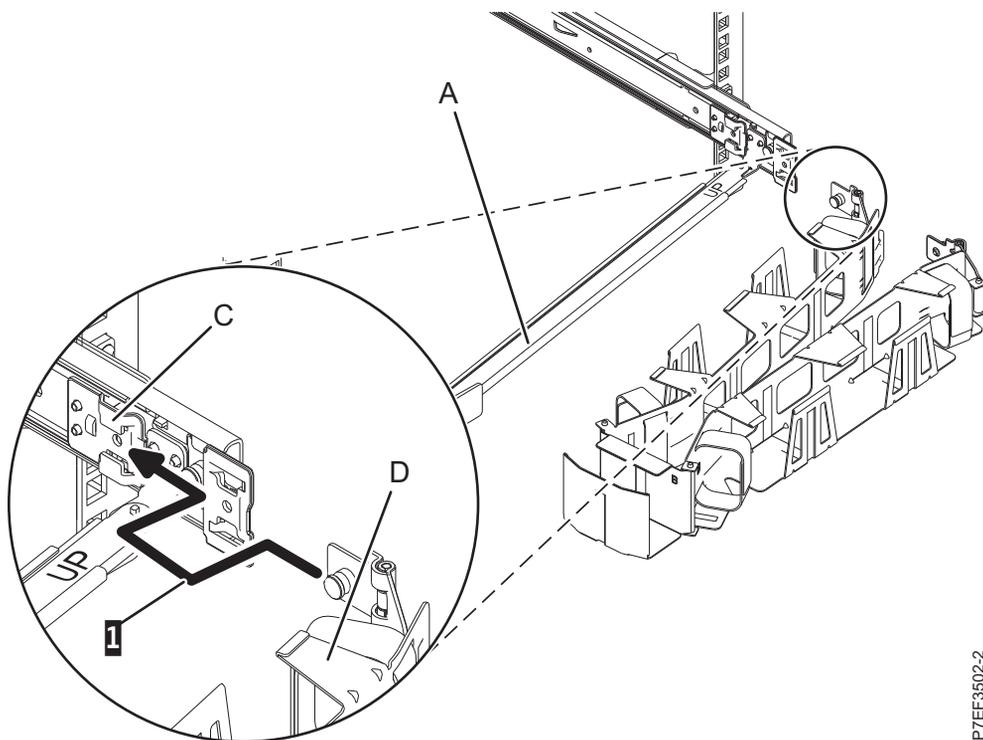
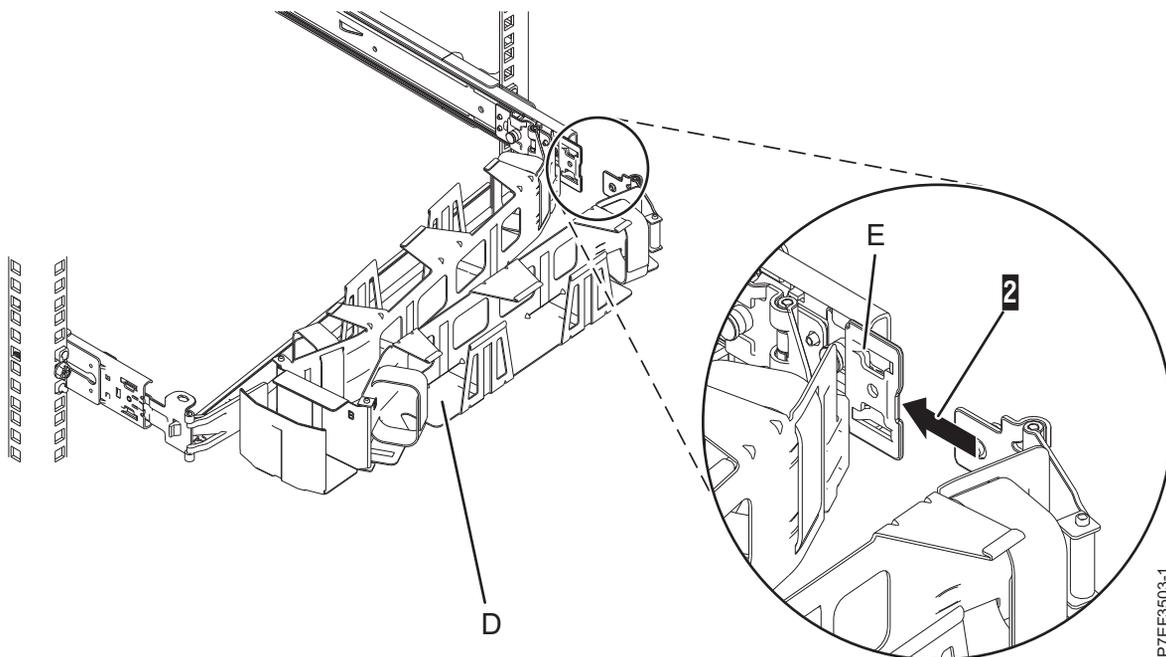

Figure 14. Glissement de l'autre taquet du bras de routage des câbles dans le logement du support de fixation
Figure 15. Faites glisser l'autre taquet du bras de routage des câbles dans le logement du support d'extension
- Placez le bras de routage des câbles (D) sur le bras de support (A). Faites glisser le premier taquet du bras de routage des câbles dans l'emplacement sur le support de fixation (C). Poussez jusqu'à ce que le taquet à ressort se mette en place. Faites glisser l'autre taquet du bras de routage des câbles dans le support d'extension (E) à l'extérieur de la glissière de droite (2). Poussez jusqu'à ce que le taquet à ressort se mette en place. Pour plus de détails, voir figure 14 et figure 15, à la page 12.